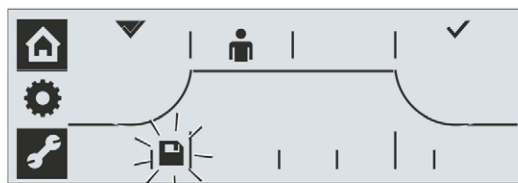

图12：选择保存图标
16. 选择保存图标：旋转操作按钮直至保存图标开始闪烁，如图12所示。